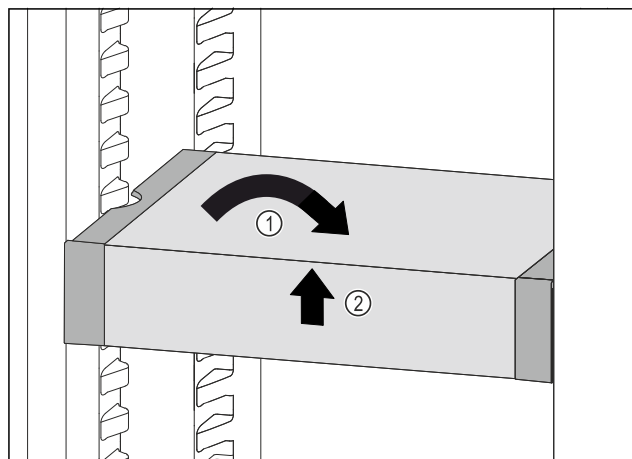

Fig. 60
- Plasser VarioSafe rett. Fig. 60 (1)
- Løft VarioSafe opp i forkant. Fig. 60 (2)